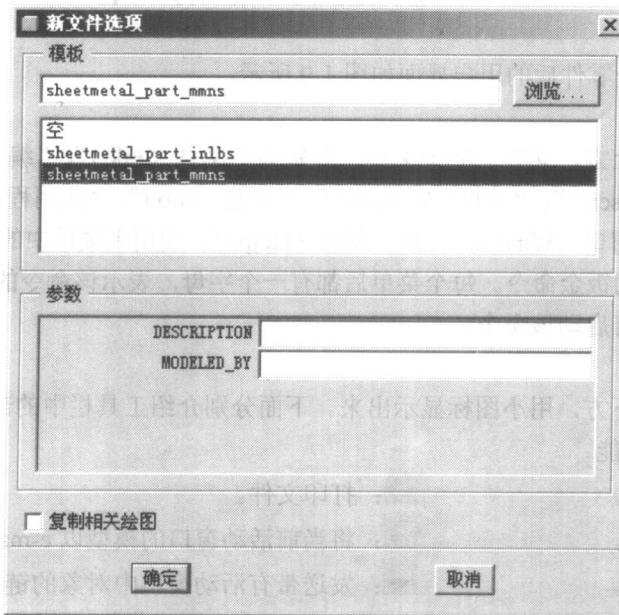
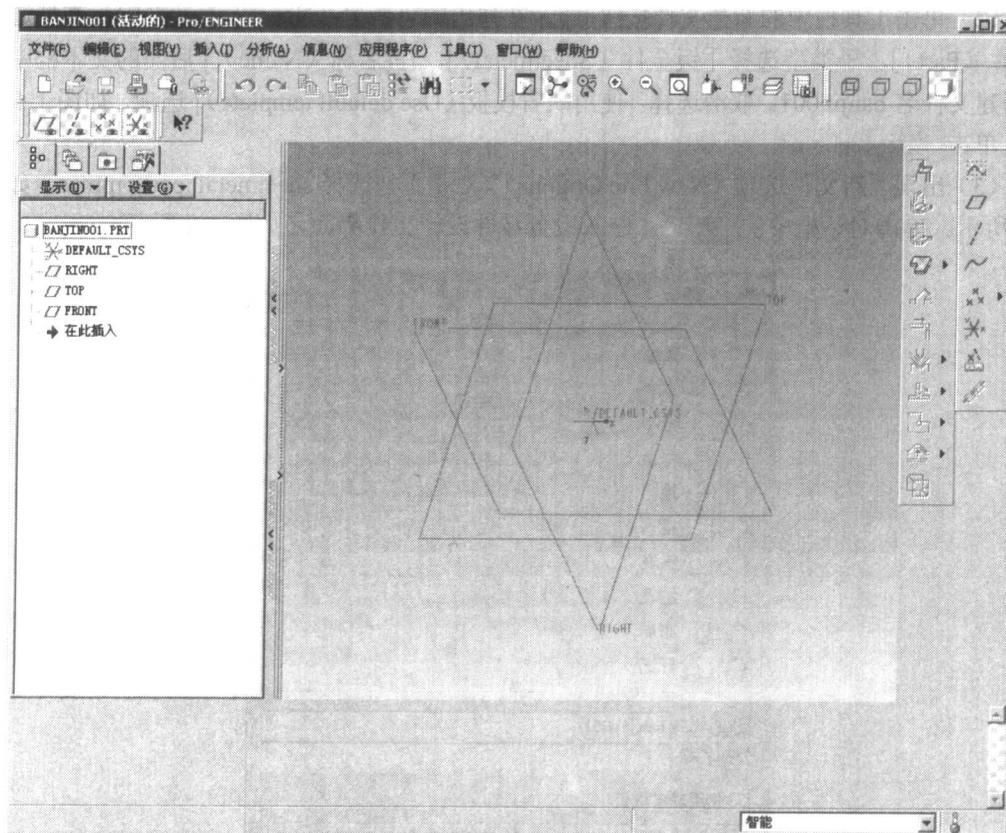

图 1-7 “新文件选项”对话框
图 1-8 钣金零件设计界面
(3) 出现“新文件选项（New File Options）”对话框，选择 sheetmetal\_part\_mmns，如图 1-7 所示。单击对话框中的 **确定**，进入钣金零件设计工作界面，如图 1-8 所示。